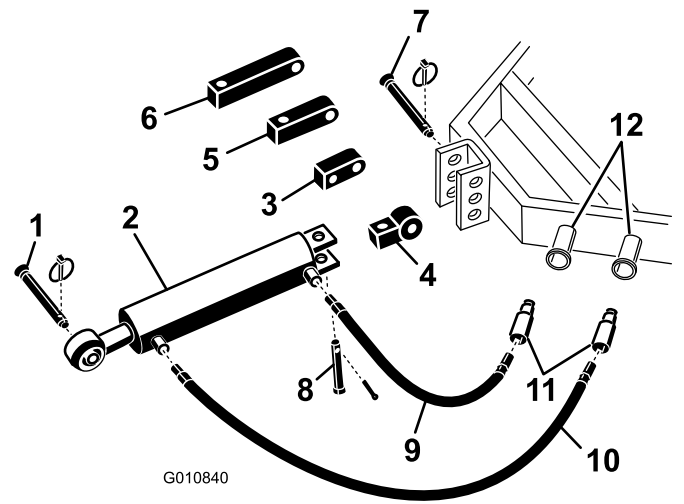

Figura 5
1. Sujete el extremo del brazo superior que lleva el soporte de conexión al tractor con los pernos suministrados con el tractor (Figura 5). Coloque el brazo superior hidráulico con el extremo de la varilla hacia el aireador. Los orificios del cilindro deben estar orientados hacia el sistema hidráulico auxiliar del tractor.
Nota: Si es necesario colocar el cilindro hidráulico con los orificios hacia arriba, utilice el soporte de giro en lugar del bloque de montaje estándar para posicionar correctamente el cilindro (Figura 5).
- A. Retire el pasador y la chaveta que sujetan el acoplamiento estándar al cilindro (Figura 5). Retire el acoplamiento del cilindro.
- B. Instale el soporte de giro en el cilindro con los pasadores que retiró anteriormente (Figura 5).
2. Conecte el manguito hidráulico de 107 cm de largo al conector hidráulico del brazo superior que está más próximo al aireador (Figura 5). Aplique cinta Teflón o sellador de roscas a las roscas del manguito para evitar fugas.
3. Conecte el manguito hidráulico de 76 cm de largo al conector hidráulico del brazo superior que está más próximo al tractor (Figura 5). Aplique cinta Teflón o sellador de roscas a las roscas del manguito para evitar fugas.
Si el cilindro hidráulico no llega al soporte de montaje del aireador, utilice una barra de extensión en lugar del bloque de montaje estándar para conectar el cilindro al tractor (Figura 5).
- Retire el pasador y la chaveta que sujetan el acoplamiento estándar al cilindro (Figura 5). Retire el acoplamiento del cilindro.
- Instale la barra de extensión de la longitud necesaria en el cilindro con los pasadores que retiró anteriormente (Figura 5).